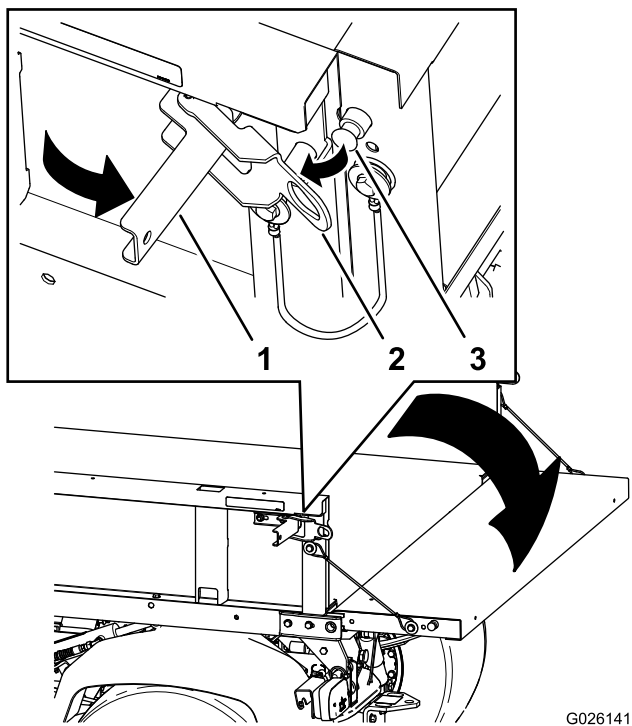

Bild 19
2. Öffnen Sie die Riegel an der rechten und linken Seite der Staubox (Bild 19) und senken die Heckklappe ab.